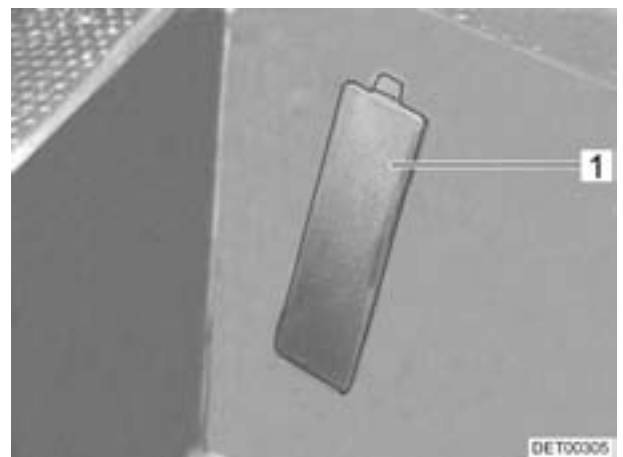

Bild 206 Abdeckung Fahrgestellnummer
- ▷ Die Fahrgestellnummer befindet sich hinter einer Abdeckung (Bild 206,1) im Einstieg auf der Beifahrerseite.